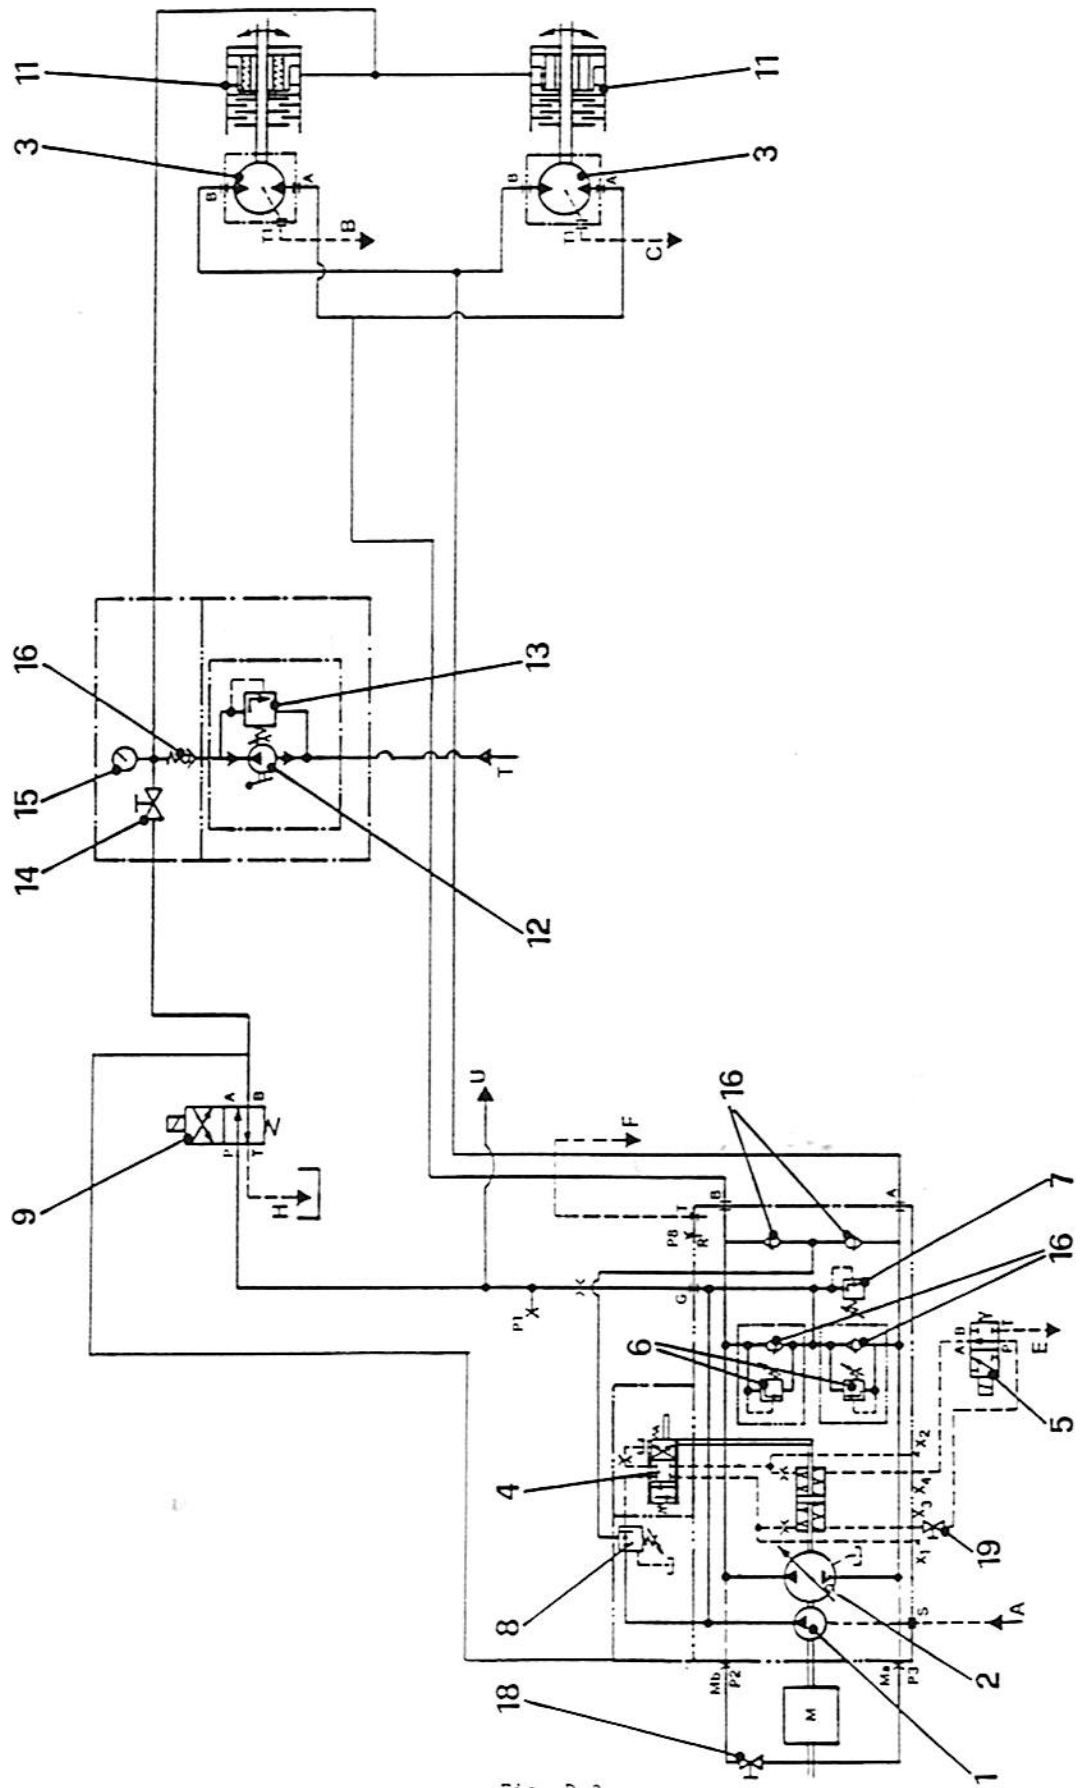

Fig. D.3
La trasmissione idrostatica è considerata un sistema a circuito chiuso formato essenzialmente (Fig. D.3) da una pompa reversibile a portata variabile (2) e da due motori a cilindrata fissa (3) disposti in parallelo ed alimentati da un divisore di flusso.